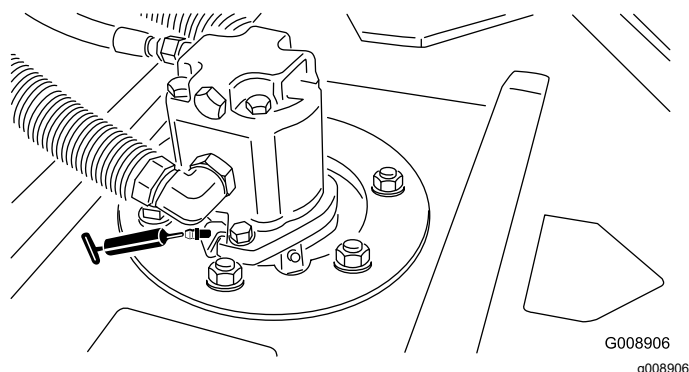

Figura 72
- Rolamentos do eixo da unidade de corte (2 por cada unidade de corte) – Figura 72